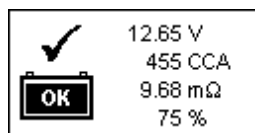

Fig. 65
2. Premendo il tasto di conferma  verrà quindi visualizzato l’ultimo test effettuato (Fig.65):